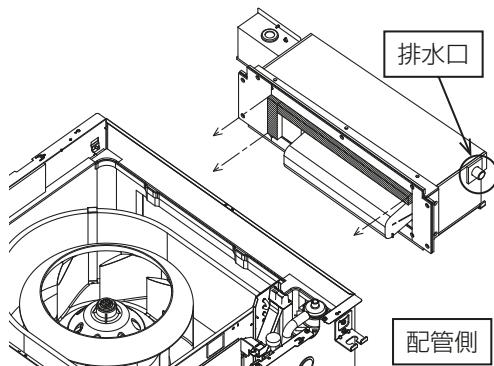
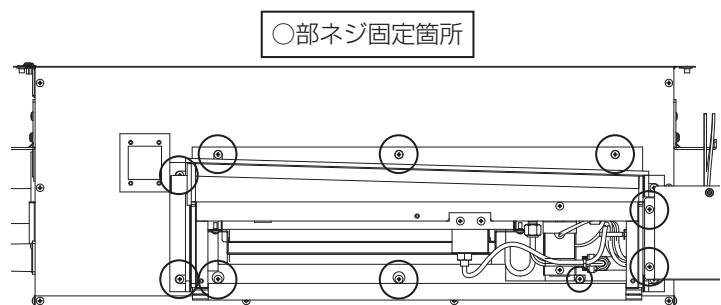

図15
図16
- 4) 加湿器の排水口がユニット本体の配管側となるようにユニット本体サイドフレームの開口部へ挿し込んでください (図15)。加湿器をサイドフレーム当たり面まで挿し込んだ後、付属のネジ4×10①でサイドフレームに固定してください (図16)。